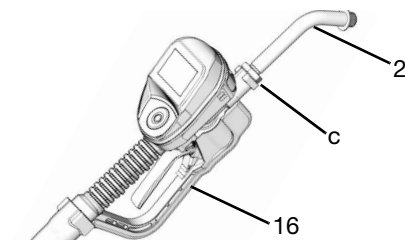

FIG. 10
1. Régler la position de l'écrou (c) sur la rallonge (2) de façon à pouvoir utiliser l'engagement fileté maximum de la rallonge (FIG. 10).
2. Visser la rallonge (2) sur le boîtier jusqu'à ce qu'elle dépasse (FIG. 10).
3. Aligner la rallonge (2) sur le corps de la vanne de distribution dosée et la poignée (16) (FIG. 10).
4. Serrer l'écrou (c) à bloc (FIG. 10).